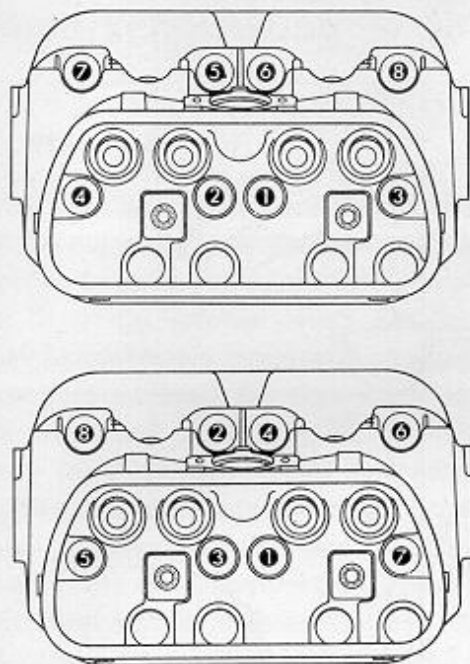

Bild 40
Die Ventile wieder in den Zylinderkopf einbauen. Öldichtringe («3» in Bild 20) werden nur bei den Einlaßventilen verwendet. Die Ventilsfeder (4) an jedem Ventil so anbringen, daß die geschlossene Wicklung auf dem Zylinderkopf aufsitzt. Zylinderkopf aufsetzen und mit einem Gummihammer festschlagen. Zylinderkopfmutter aufschrauben und in der in Bild 40 gezeigten Reihenfolge auf ein Anzugsdrehmoment von 1,0 mkp (10 Nm) anziehen. Die Mutter in der Nähe der Kipphebelwelle müssen mit «D3» Dichtungsmasse eingeschmiert werden.
Die Zylinderkopfmutter werden jetzt entsprechend Bild 40 auf das endgültige Drehmoment von 2,5 mkp (25 Nm) angezogen.